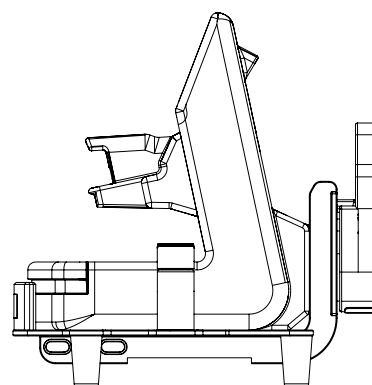

Figure 14: Installation du support de fixation avec micro disque antirotation arrière dans la Micro Base
1. Aligner et insérer le micro disque horizontalement (Figure 13) ou le micro disque antirotation verticalement (Figure 14) dans la micro base, en veillant à ne pas coincer la tubulure de l'appareil médical.